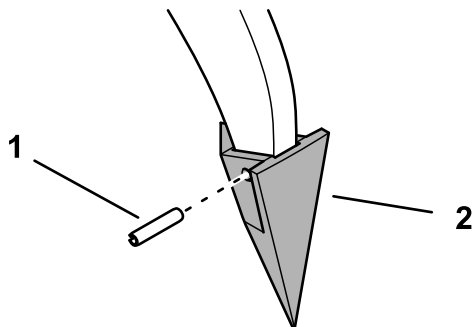

图 9
1. 卸下将齿尖固定到齿端的滚销然后拆下齿尖图9。
2. 在齿端安装新齿尖并使用滚销固定图9。